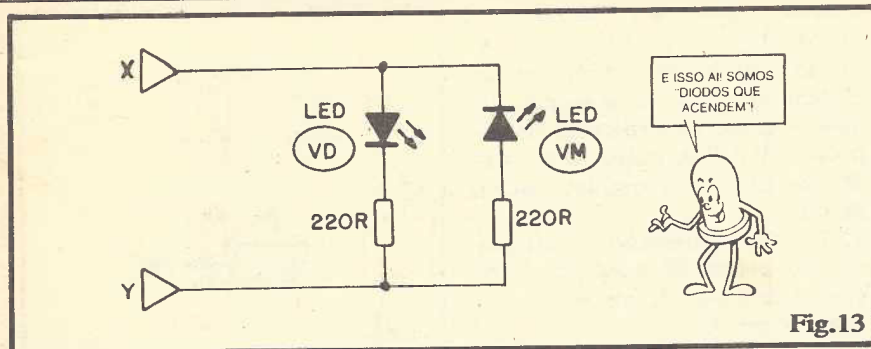
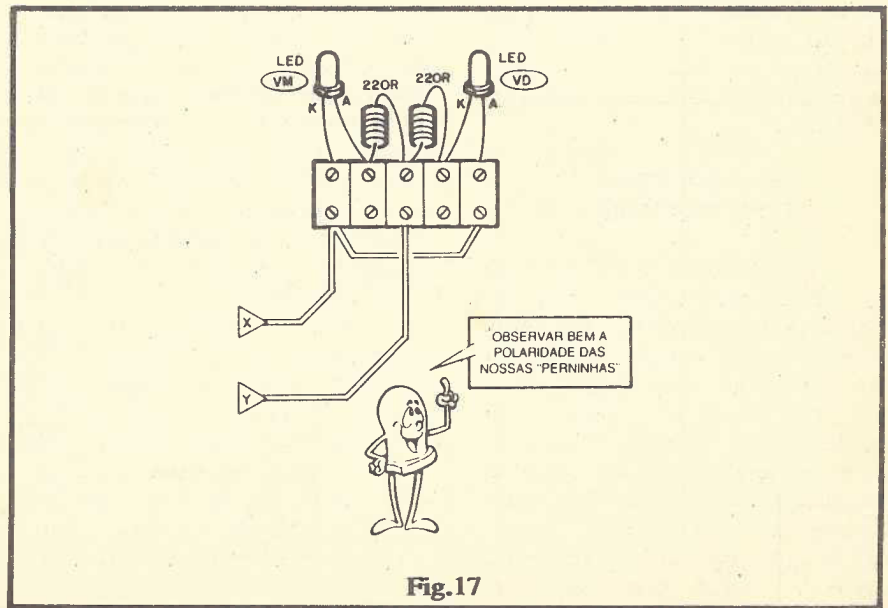

Fig.13
Fig.17
- FIG. 13 - Módulo com LEDs, cada um protegido pelo respectivo resistor limitador de corrente, porém com os ditos LEDs em "oposição" um ao outro (em termos de polarização ou "direção"). Não esquecer que LEDs são, basicamente, DIODOS, com a capacidade de emitir luz, quando percorridos pela conveniente corrente, no SENTIDO DIRETO...
- FIG. 17 - Chapeado da experiência com LEDs opostamente polarizados (esquema da fig. 13). Lembrando que os LEDs são, na verdade, DIODOS com a especial “habilidade” de emitirem luz, quando polarizados no **sentido direto**, ligar cuidadosamente os componentes aos 5 segmentos da barra de conetores, interligando o módulo ao módulo/gerador, via pontos “X” e “Y”. ATENÇÃO às posições relativas dos terminais dos LEDs (a fig. 14 está lá, para eliminar dúvidas quanto à identificação dos terminais dos componentes...).
- Interligados os módulos (fig. 17 com fig. 15), **UM** dos LEDs deve acender... Modifique a posição do botão da chave de módulo/gerador e verifique que o LED que estava aceso, se apaga. **ACENDENDO-SE O OUTRO LED!** Faça um “vai-vem” lento no botão da chave e note que os dois LEDs **alternarão** suas condições de “aceso” ou “apagado”... ISSO OCORRE PORQUE LEDs SÃO DIODOS (especiais) QUE APENAS “ACENDEM” QUANDO PERCORRIDOS POR CORRENTE e esta, obviamente, **SÓ PODE “PASSAR” QUANDO OS DITOS LEDs ESTÃO POLARIZADOS NO SENTIDO DIRETO!**
- Para os Leitores/Alunos que já começam a pensar em aplicações práticas (isso é bom, já que vai desenvolvendo a criatividade do Aluno, “coisa” que nenhum Curso - mesmo o do ABC - pode ensinar diretamente...), a experiência da fig. 17 (mais a fig. 15) pode transformar-se num SINALIZADOR À DISTÂNCIA! Vejamos: se o módulo/LEDs ficar em determinado local, podem ser “puxadas” as conexões “X” e “Y” ao módulo/gerador através de um par de fios finos (cabo paralelo nº 24 ou 26...), por uma **longa** distância (até 50 metros, ou mais...). Estabelecido um código para “o que quer dizer” o acendimento do LED **vermelho** ou do LED **verde**, o Leitor/Aluno poderá, através do simples aciona-